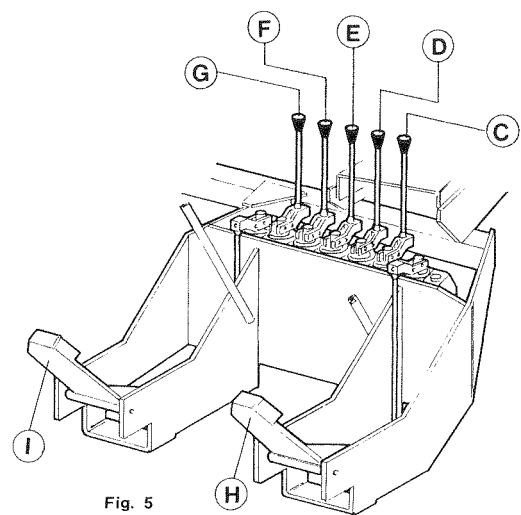

Fig. 5
- il distributore posto in alto sulla colonna (fig. 5) serve per il comando della gru e i loro movimenti si realizzano con le leve (C, D, E) e con i pedali (H, I) mentre i movimenti di eventuali accessori idraulici si realizzano con le leve (F, G).
- The distributor on the top seat, on the column, (fig. 5), operates the crane functions through levers (C,D,E) and pedals (H, I), eventual supplementary functions are through levers( F, G).
- Le distributeur, placé en hauteur sur la colonne (fig. 5), actionne les mouvements de la grue au moyen des leviers (C, D, E) et des pédales (H, I); le fonctionnement d'éventuels accessoires hydrauliques s'obtient au moyen des leviers (F, G).
- Die Hebel (C, D, E) und (H, I) am Steuerblock des Hochsitzes an der Säule (Bild 5) sind zur Bedienung der Kranbewegungen. Eventuelle zusätzliche Funktionen erfolgen durch weitere Hebel (F, G).